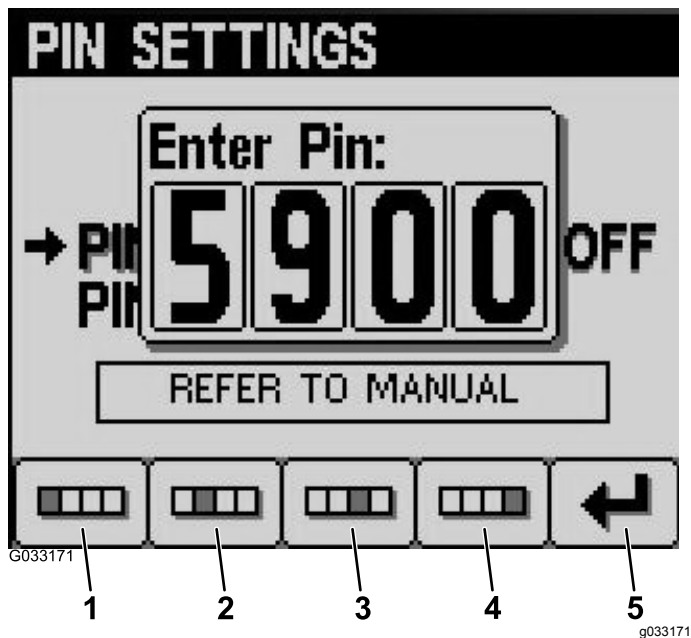

Bild 23
6. Geben Sie auf dem Bildschirm „PIN-Eingabe“ die Standard-PIN 5900 ein. Wählen Sie mit den Tasten 1 bis 4 die Ziffern aus und drücken Sie Taste 5, um die PIN-Eingabe abzuschließen (Bild 23).